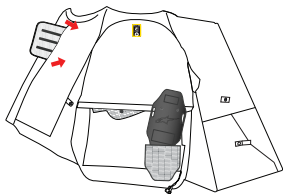

图 15
5. 关于覆盖胸部的安全气囊前部，打开夹子，取下安全气囊前后的钩扣。最后，从右袖子上方的孔中取出安全气囊（图 15）。